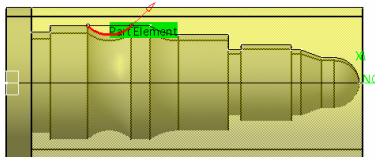

图 6-28 定义空槽轮廓
- 定义空槽轮廓。单击 “Recess Turning.1” 对话框中的，切换到几何参数选项卡，单击对话框中零件轮廓感应区，选择如图 6-28 所示的曲线作为零件轮廓，在空白处双击鼠标左键返回。